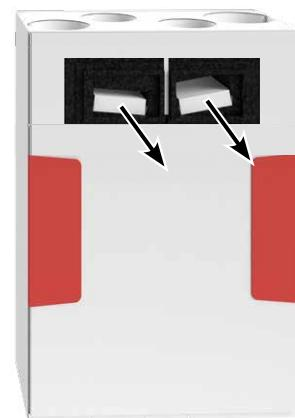

Abb. 37
2. Filter nach vorne herausziehen und wechseln (s. Abb. 37).